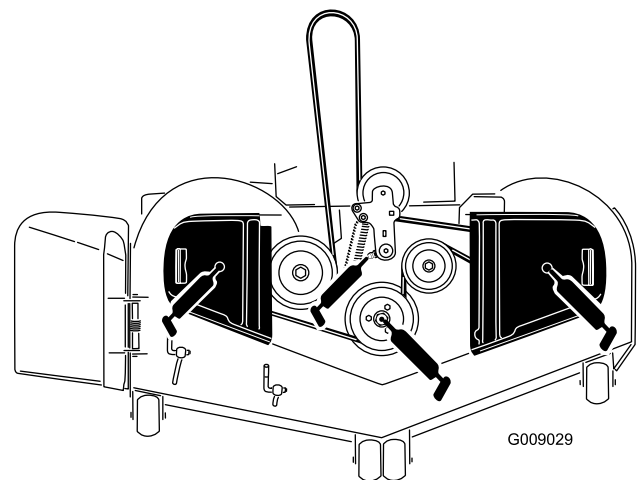

Figura 45
5. Engrase el pivote de la polea tensora de la carcasa de corte hasta que salga grasa por el extremo inferior (Figura 45).
6. Engrase los tres cojinetes de los ejes hasta que rezume grasa de las juntas inferiores (Figura 45).
7. Engrase el brazo tensor de la correa de la carcasa (Figura 45).